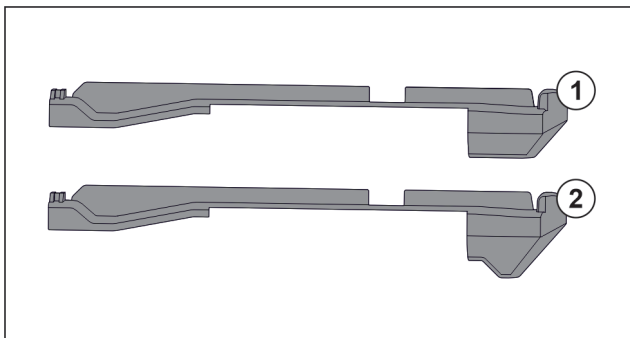

Fig. 74 Comparaison des éléments emboîtables
L'appareil comprend deux éléments emboîtables différents. L'élément emboîtable au-dessus du tiroir inférieur Fig. 74 (2) a un bord triangulaire. Tous les autres éléments emboîtables Fig. 74 (1) ont un bord droit.
- ▶ Poser l'élément emboîtable Fig. 74 (2) avec le bord triangulaire sur le tiroir inférieur.
- ▶ Poser l'élément emboîtable Fig. 74 (1) avec le bord droit à tous les autres endroits.